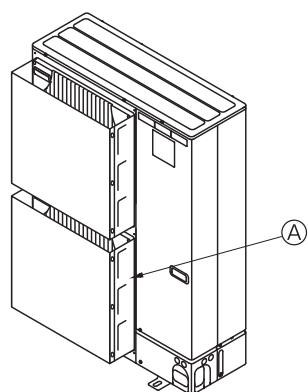

Fig. 3-3
- ② Si la unidad está situada en un lugar expuesto a vientos fuertes como huracanes que puedan entrar en la salida de aire, coloque una guía de aire opcional. (Fig. 3-3)